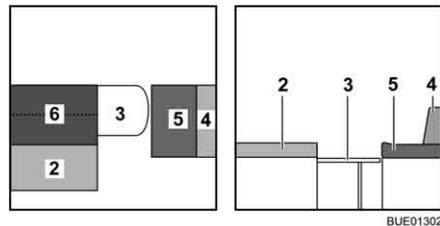

Fig. 119 Durante la transformación
- Desplegar el cojín adicional (Fig. 119,6) y colocarlo en la mesa.